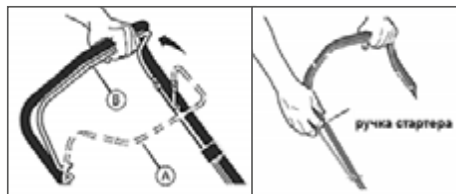

Рис. 8 Запуск двигателя
Перед запуском двигателя, несколько раз задействуйте рычаг остановки двигателя (Рис. 8). Проверьте, что трос остановки двигателя движется свободно, и что рычаг остановки двигателя работает должным образом.
2. Нажмите и удерживайте рычаг остановки двигателя левой рукой (Рис. 8 положение В).
3. Правой рукой, медленно вытягивая шнур стартера за ручку (Рис. 8), проверните коленчатый вал двигателя, пока не почувствуете сопротивление, затем медленно опустите ручку стартера вниз. Снова медленно потяните за ручку стартера, пока не почувствуете, что стартер вошел в зацепление с маховиком, после чего, резко и с усилием потяните за ручку стартера и запустите двигатель. При необходимости повторите. После запуска двигателя медленно и плавно верните ручку стартера на место.